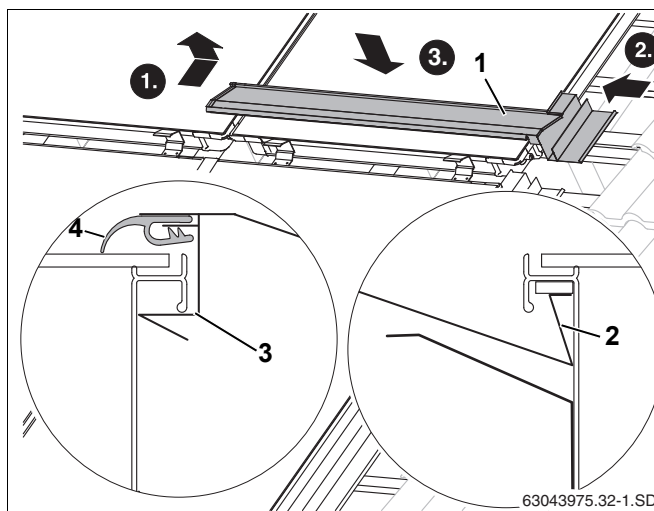

Рис. 51 Установка первого среднего накладного листа
- ▶ Уложите отогнутый край накладного листа (рис. 51, поз. 2) в раму коллектора.
- ▶ Подведите накладной лист (рис. 51, поз. 1) к коллектору и вставьте в правой боковой накладной лист.
- ▶ При нажатии на лист он входит под раму коллектора (рис. 51, поз. 3).
- ▶ Сверху на коллектор нужно уложить и вытянуть резиновый язычок (рис. 51, поз. 4).